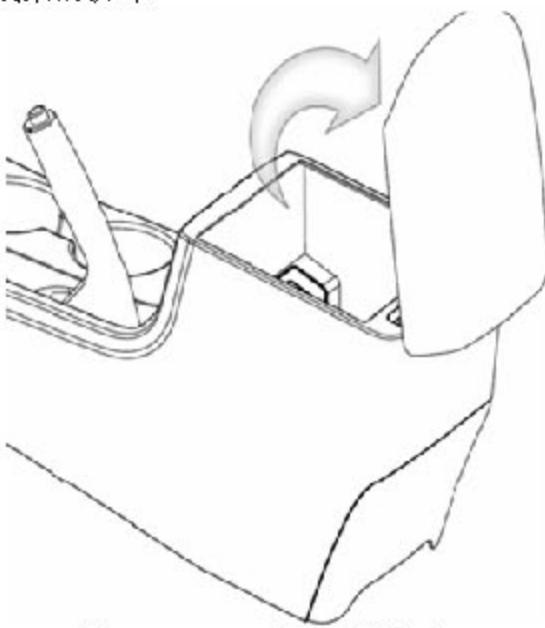

图 6-2-5 USB 安装板的拆卸 a
- A).打开扶手至直立状态，取出储物盒中放置的物品，并断开所有与 USB 接口连接的电器原件，使 USB 安装板完全可见。如图 6-2-5 所示；